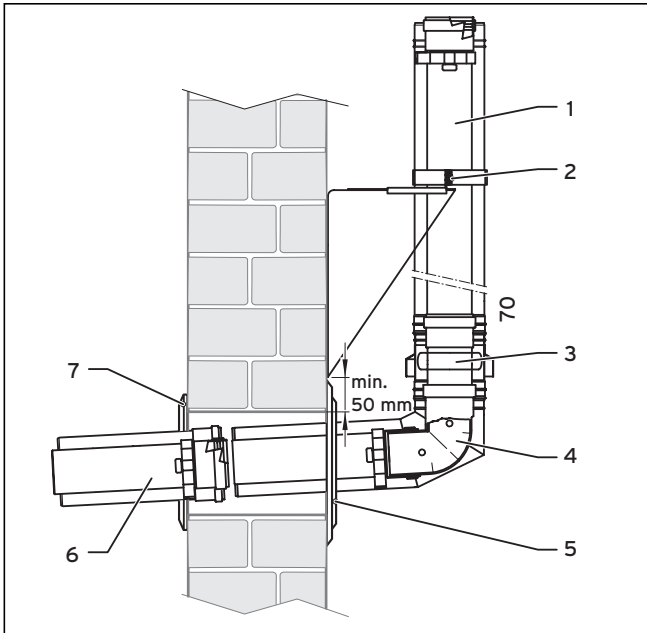
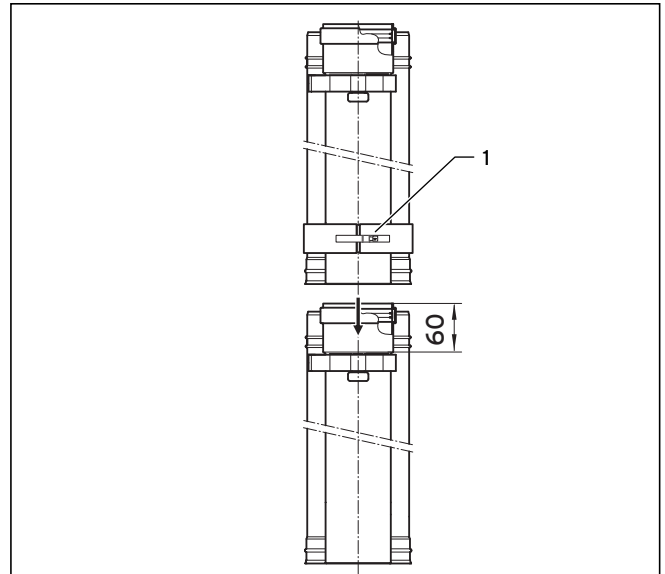
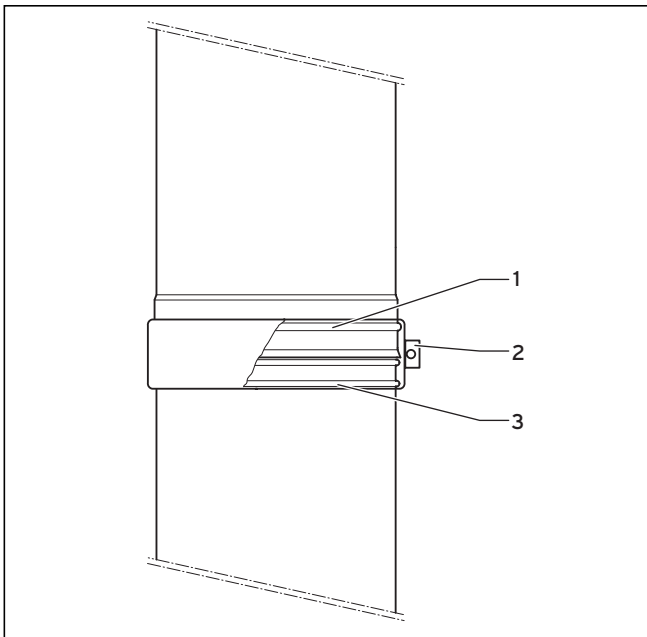

Abb. 4.71 Montage des Anschlusses für die Außenwandleitung
Abb. 4.72 Abgaskomponenten des Außenwandsystems zusammen stecken
Abb. 4.73 Außenwandelemente durch Luftschelle sichern
- Hängen Sie jeweils eine Luftschelle (1, → **Abb. 4.72**) auf eine Außenwandverlängerung (1, → **Abb. 4.71**) und das Luftansaugstück (3, → **Abb. 4.71**).
- Stecken Sie das Luftansaugstück (3, → **Abb. 4.71**) und den Wanddurchführungsbogen (4, → **Abb. 4.71**) bis zum Anschlag zusammen, ebenso die Außenwandverlängerung (1, → **Abb. 4.71**) und das Luftansaugstück (3, → **Abb. 4.71**).
- Legen Sie die Luftschelle (1, → **Abb. 4.72**) über die beiden äußeren Sicken (1, 3, → **Abb. 4.73**) und ziehen Sie die Spannvorrichtung (2, → **Abb. 4.73**) fest.
- Setzen Sie den Wanddurchführungsbogen (4, → **Abb. 4.71**) mit Luftansaugstück und Verlängerung in den Wanddurchbruch ein.
- Legen Sie die Spannschelle der Wandkonsole (2, → **Abb. 4.71**) um die Außenwandverlängerung und ziehen Sie die beiden Klemmschrauben fest.
- Kürzen falls erforderlich die weiße Verlängerung (6, → **Abb. 4.71**) auf Länge.
- Setzen Sie die weiße Verlängerung (6, → **Abb. 4.71**) von innen auf den Wanddurchführungsbogen (4, → **Abb. 4.71**).
- Verschrauben Sie die Innenrosette (7, → **Abb. 4.71**) von innen.
- Verschrauben Sie die Außenrosette (5, → **Abb. 4.71**) von außen.